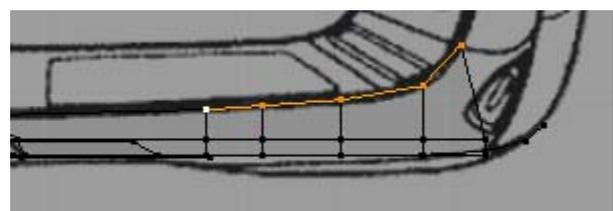

Figura 4.54
8. Proceda aos alinhamentos com os pontos de referência que sejam pertinentes, figura 4.54.